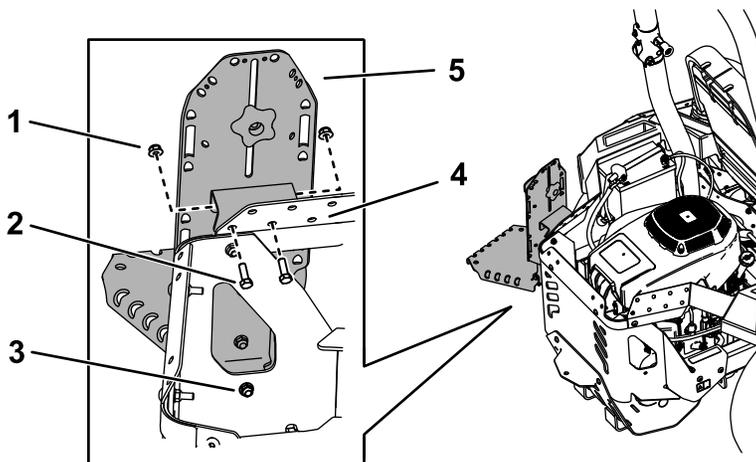
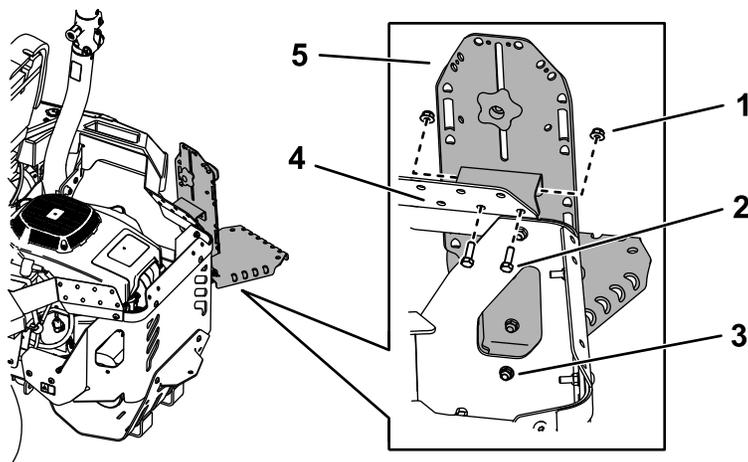

Bild 13
Bild 14
1. Befestigen Sie die Befestigung mit zwei Schrauben (5/16" x 1") und zwei Muttern (5/16") an der oberen Seitenschutzvorrichtung, wie in **Bild 13** oder **Bild 14** dargestellt.
3. Befestigen Sie das untere Ende der Haupthalterung mit einer Schlossschraube (5/16" x 7/8") und einer Mutter (5/16") an der Motorschutzvorrichtung, wie in **Bild 13** oder **Bild 14** abgebildet.